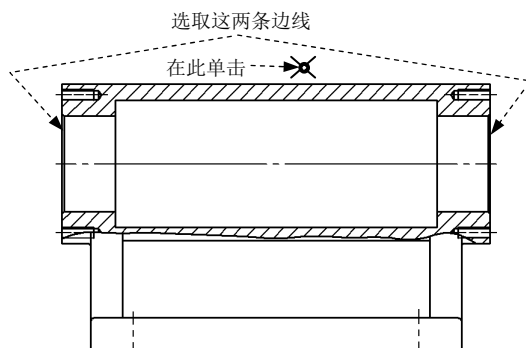

图 6.15.33 选取标注尺寸边线
(1) 选择下拉菜单 **工具(T)** → **尺寸(S)** →  **智能尺寸(S)** 命令，系统弹出“尺寸”对话框。
(2) 选取要标注的边线。选取图 6.15.33 所示的两条边线。
(3) 放置尺寸。在图 6.15.33 所示的位置单击放置尺寸。